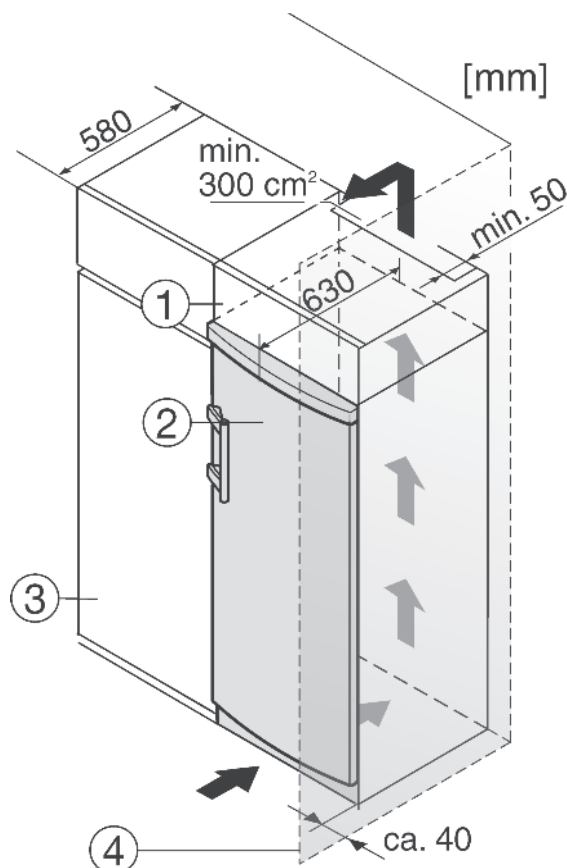

Fig. 9
(1) Nástavná skříňka
(2) Přístroj
(3) Kuchyňská skříň
(4) Stěna
Zařízení lze zabudovat do vybavení kuchyně. K vyrovnaní přístroje Fig. 9 (2) na výšku kuchyňské linky lze na přístroj nasadit odpovídající nástavec Fig. 9 (1).
Při montáži do kuchyňských skříní (hloubka max. 580 mm) lze přístroj instalovat hned vedle kuchyňské skříně Fig. 9 (3). Dvířka přístroje přesahují přední stěnu kuchyňské skříně na stranách o 34 mm a uprostřed o 50 mm. To umožňuje jejich volné otevírání a zavírání.
Když se přístroj instaluje závěsy vedle stěny Fig. 9 (4), musí být vzdálenost přístroje od stěny alespoň 30 mm. To odpovídá přesahu madla při otevřených dvířkách.
Když se přístroj instaluje závěsy vedle stěny Fig. 9 (4), musí být vzdálenost přístroje od stěny alespoň 40 mm. To odpovídá přesahu madla při otevřených dvířkách.